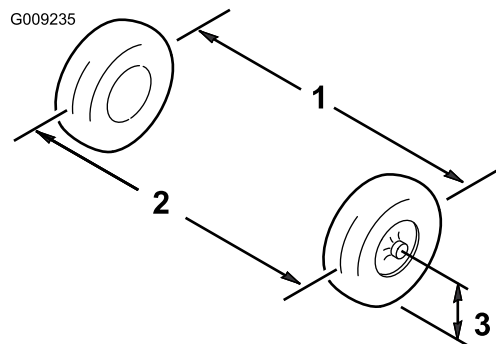

Figura 45
1. Meça a distância entre os pneus dianteiros à altura do eixo na zona dianteira e traseira dos pneus dianteiros (Figura 45).